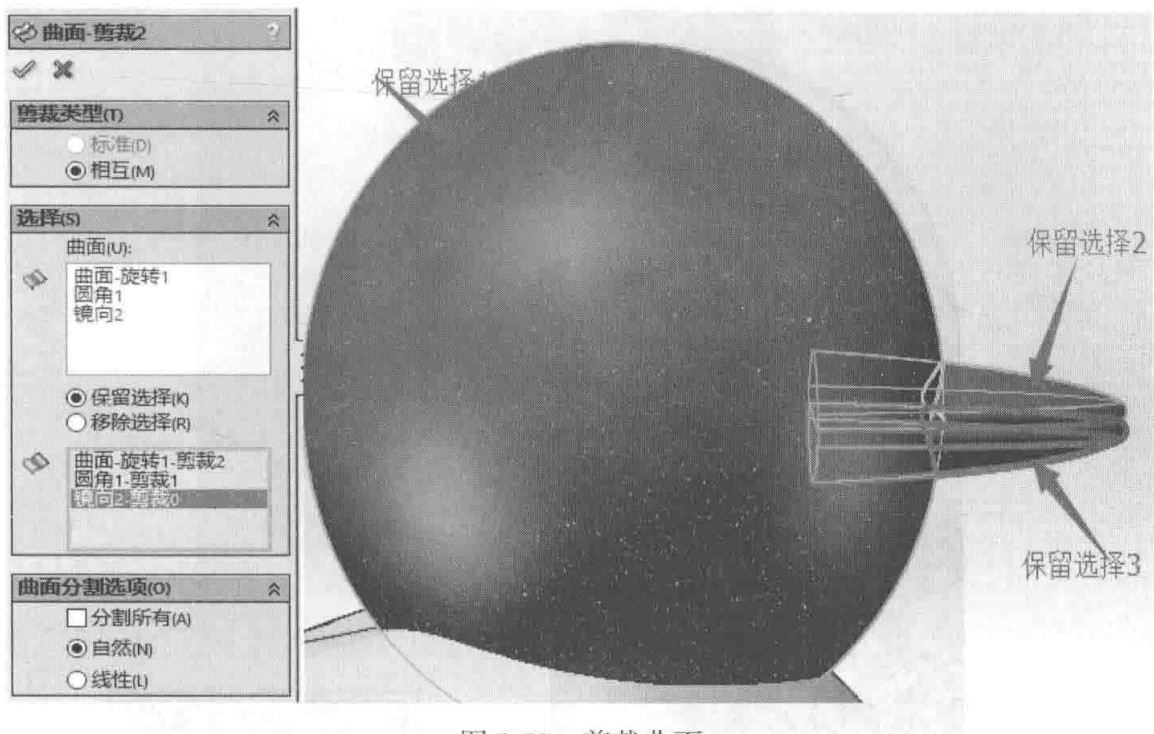

图 3-73 剪裁曲面
(11) 选择“曲面→剪裁曲面”或者“插入→曲面→剪裁曲面”，选择相互剪裁方式，选择头和上下嘴，然后选择“保留选择”，选择相互不交叉的部分，如图 3-73 所示。